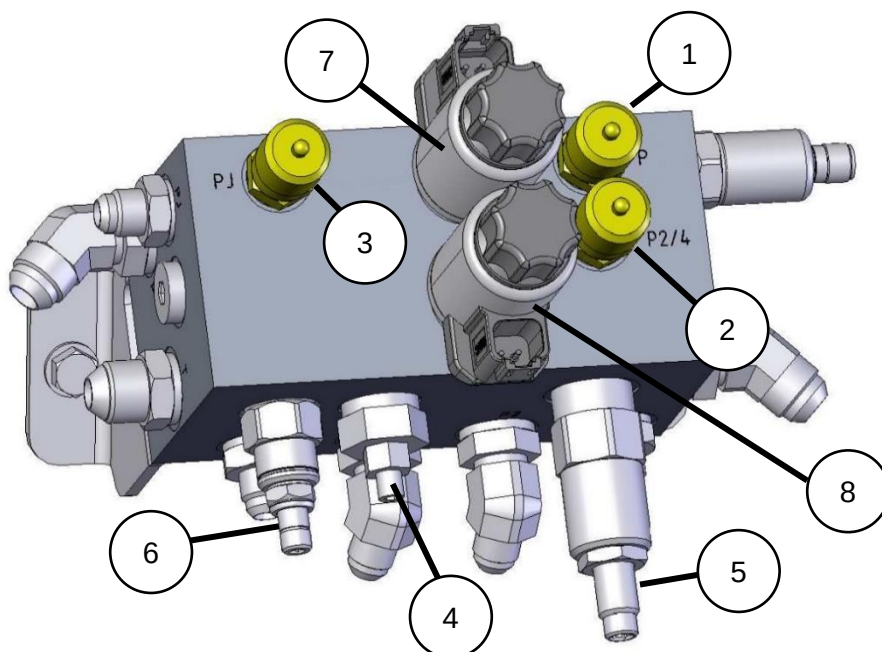

Figure 26 : Collecteur d'huile hydraulique
- Ouvrir la plaque de fond du châssis et libérer le solénoïde sur la vanne de sûreté (Figure 26 (7)) en ôtant l'écrou en plastique et en extrayant le solénoïde.